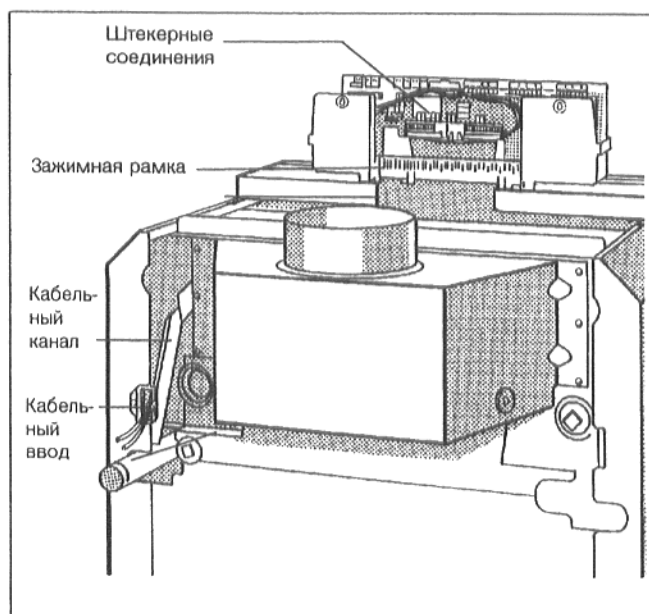
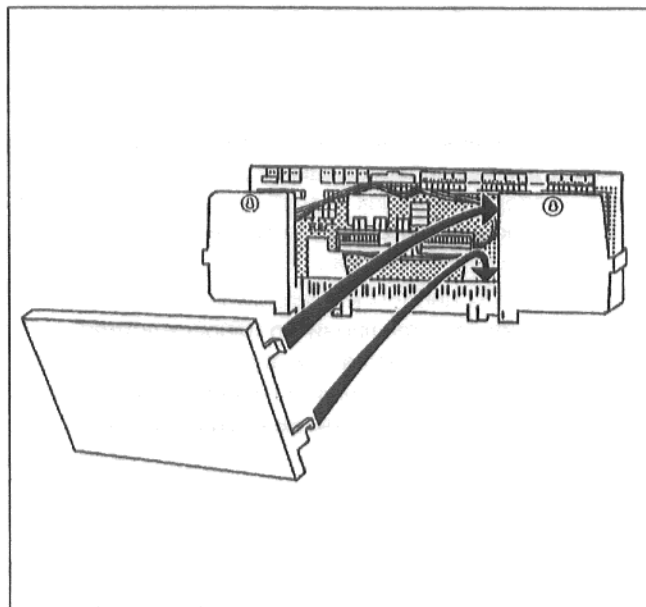

Рис. 17: Ввод кабеля и штекерные соединения; HS 431x в качестве примера
Рис. 19: Задняя стенка устройства регулирования HS 431x
- Электрические соединительные линии потребителя провести сзади через кабельный ввод в кабельный канал к устройству регулирования (Рис. 17).
- Подключить соединительные элементы потребителя к штекерным соединениям устройства регулирования согласно электрической схеме (Рис. 17).
- Все линии необходимо закрепить посредством кабельных зажимов: Вставить кабельный зажим с вложенной линией сверху в прорезь зажимной рамки (Рис. 17); лапка рычага при этом должна быть направлена вверх. Подсунуть кабельный зажим и прижать. Перевести рычаг вверх (Рис. 19).